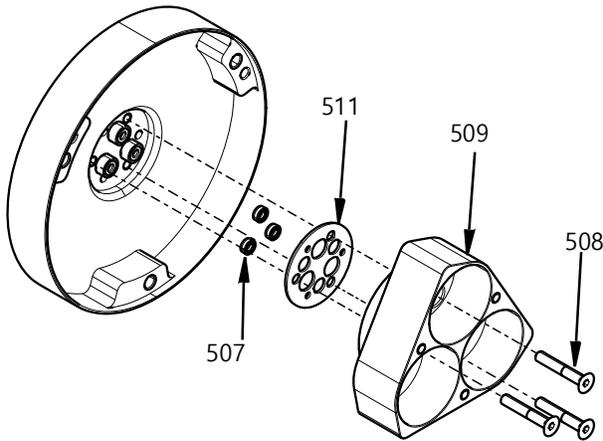

FIG. 14
- 에어 실린더 하우징(509)을 고정하는 M4 나사(508) 3개를 제거합니다. 에어 실린더 하우징을 제거한 후 실린더 하우징 개스킷(511)과 로드 스틱(201)을 제거할 수 있습니다. 로드 스틱 제거는 **스틱 삽입 및 제거 공구 키트, 25T489**(32페이지)를 참조하십시오. FIG. 14를 참조하십시오.